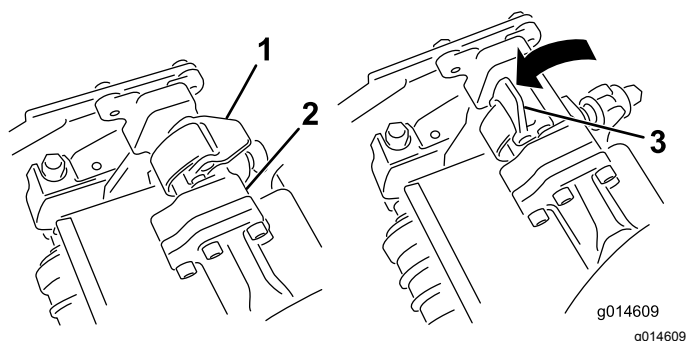
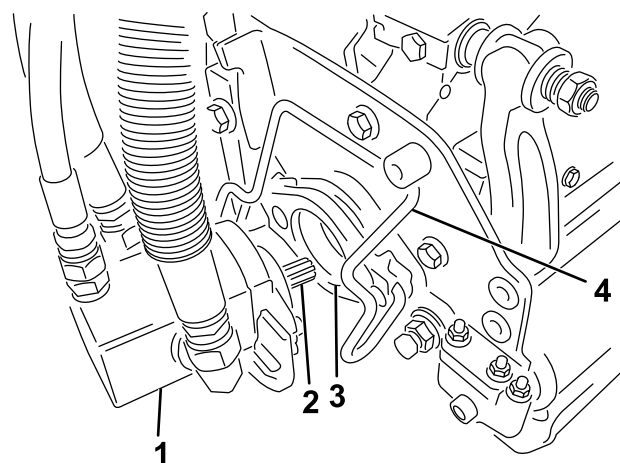

Figura 42
Figura 43
3. Con los enganches del brazo de suspensión orientados hacia arriba (es decir, abiertos (Figura 42)), empuje hacia abajo el brazo de suspensión de modo que la barra encaje en la barra situada en la parte superior de la unidad de corte (Figura 43).
- Presione los enganches hacia abajo alrededor de la barra de la unidad de corte y bloquéelas (Figura 42).
4. Abra los enganches de la barra del brazo de suspensión de la unidad de corte que está retirando (Figura 42).